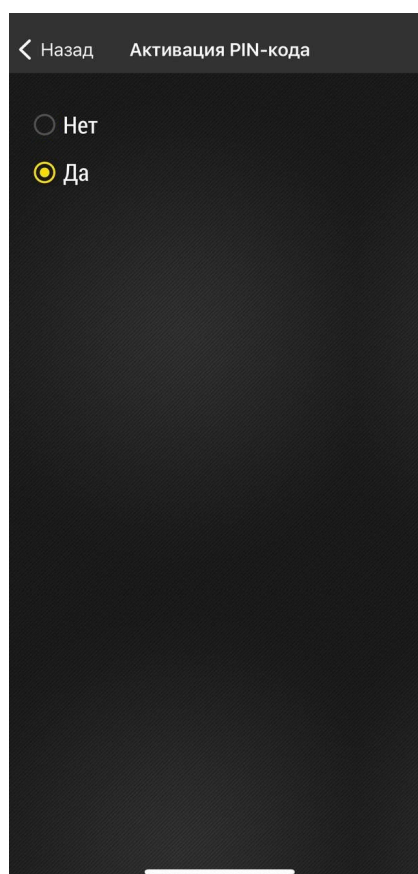

Рис.34. Активация PIN-кода
3. В пункте «**Активация PIN-кода**» выберите вариант «**Да**» (Рис.34).